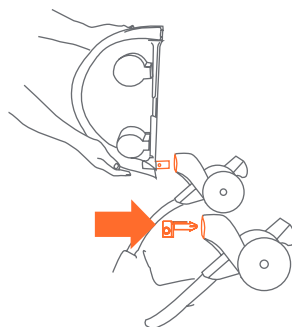
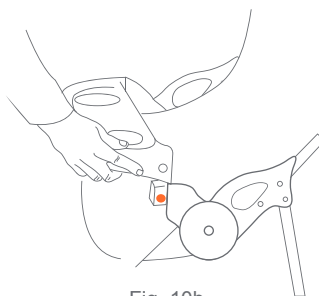

Fig. 10a
Fig. 10b
- 10) •** Pour attacher le plateau enfant : Insérer le support du plateau dans l'emplacement sur le côté droit de la poignée. Vérifiez qu'il est fermement verrouillé en place (Fig. 10a). Glisser le pivot en métal du bras gauche du plateau dans le trou situé sur le côté gauche de la poignée. Ce faisant, appuyez sur le bouton d'insertion sur le bras. Assurez-vous que le bras gauche s'enclenche. Faites pivoter le plateau autour du bras vers la droite de manière à ce qu'il repose sur le support. Appuyez sur le bas et assurez-vous que le bouton s'enclenche et sécurise le plateau (Fig. 10b).